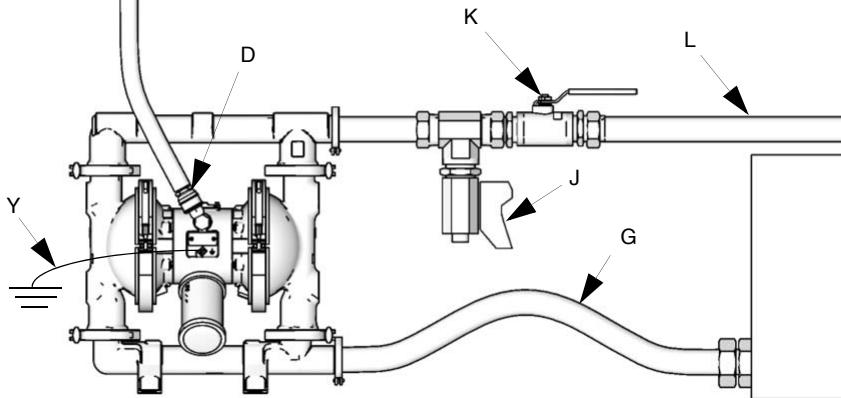

Рис. 2 Типовая схема установки оборудования на полу
- Представленные на рис. 2–4 схемы можно использовать для выбора и установки компонентов системы. За поддержкой в разработке системы, отвечающей вашим требованиям, обращайтесь к местному дистрибутору компании Graco.
Главный переливной воздушный клапан (B) присутствует в системе для выпуска воздуха, который скапливается между этим клапаном и насосом. Накапливание воздуха может вызвать неожиданное приведение насоса в действие, что, в свою очередь, может привести к серьезным травмам в результате попадания жидкости в глаза или на поверхность кожи, ударов движущихся деталей или отравления опасными жидкостями. См. Рис. 2.
1. Установите вспомогательные приспособления для воздухопровода, как показано на Рис. 2. Приспособления следует разместить на стене или кронштейне. Воздухопровод со вспомогательными приспособлениями следует заземлить.
- a. Установите регулятор подачи воздуха (C) и манометр для контроля давления жидкости. Давление жидкости на выходе должно совпадать со значением, установленным на регуляторе подачи воздуха.
- b. Установите один главный переливной воздушный клапан (B) рядом с насосом и используйте его для стравливания скопившегося воздуха. См. приведенное выше **ПРЕДУПРЕЖДЕНИЕ**. Установите другой главный переливной воздушный клапан (E) выше всех вспомогательных приспособлений на воздухопроводе и используйте этот клапан для изоляции данных приспособлений на время очистки и ремонта оборудования.
- c. Фильтр воздухопровода (F) удаляет вредные загрязняющие вещества и влагу из подаваемого сжатого воздуха.
- Используйте гибкие заземленные шланги (L) для жидкостей.
- Установите клапан (J) для слива жидкости рядом с выпускным отверстием для жидкости. См. приведенное выше ПРЕДУПРЕЖДЕНИЕ и Рис. 2.
- Установите запорный клапан (K) на трубопровод для выпуска жидкости.